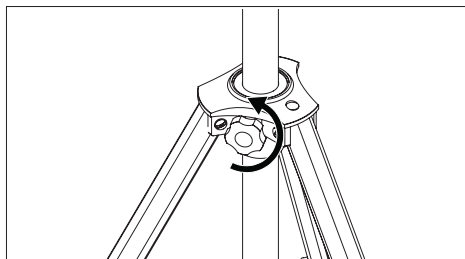

Figure 3 / Figure 3 / Figura 3
1. Loosen locking knob before inserting pole. Retighten to lock pole into desired position. (Figure 3)
1. Desserrez la molette de serrage avant d'insérer le montant. Resserrez la molette pour bloquer le montant dans la position souhaitée. (Figure 3)